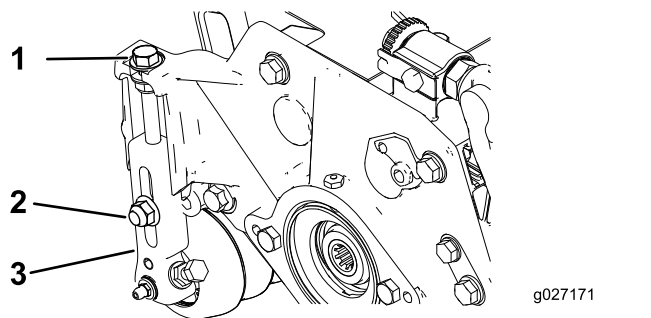

图 15
1. 松开将剪草高度臂固定到滚刀组侧板上的锁紧螺母图 15。